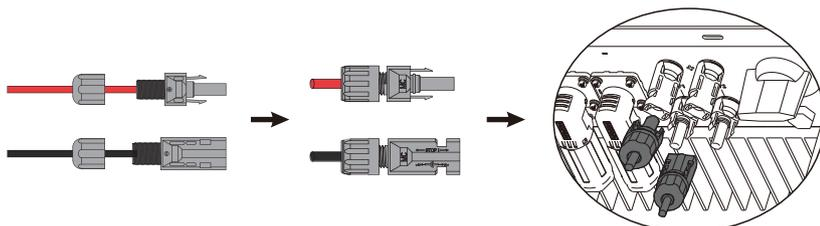

**Figura 4.1-2 Cavi PV collegati ai connettori PV**
**2° Passo.** Collegare i cavi PV ai connettori PV. Vedere la Figura 4.1-2.